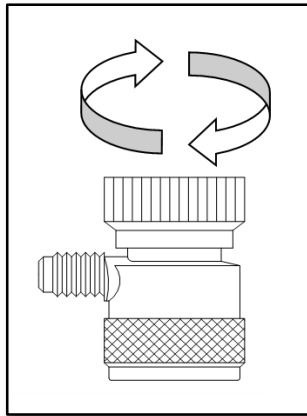

Figura 1
Gli attacchi rapidi con chiusura di sicurezza (**ROSSO** e **BLU**) vanno aperti ruotando i volantini nel verso indicato in Figura 1:
8. Ruotare i volantini fino ad aprire le valvole (cfr. Figura 1).